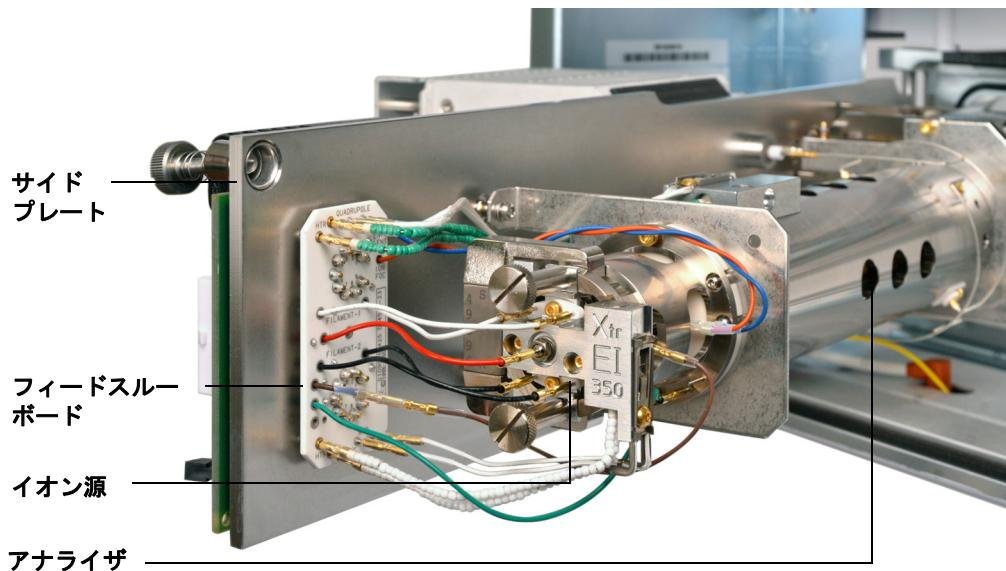

図 20 アナライザチャンバー
**3** フロントアナライザのサイドプレートのつまみねじ(図 20)がきつく締まっている場合、緩めます。